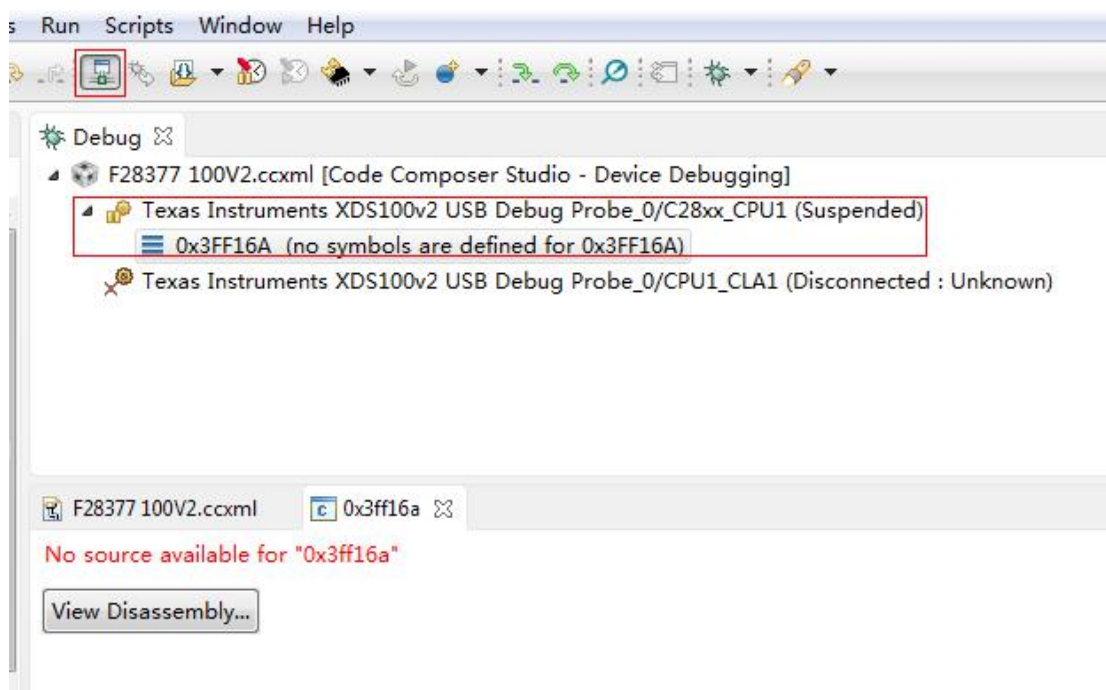

图 3-3-1 连接界面
(1) 首先将 CCS6.1 开发环境打开;
(2) 接着把仿真器的 USB 与电脑进行连接, 将仿真器的另一端 JATG 端插到 YX-F28377 开发板的 JATG 针处(注意仿真器插入方向, 请仔细核对防插反针的位置);
(3) 连接目标板, 出现如下图 3-3-1 则表示连接成功;